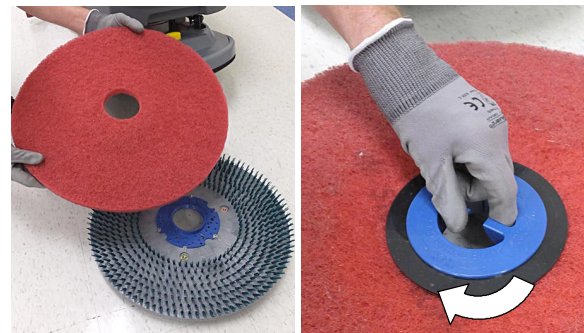

ABB. 14
- Befestigen Sie die Polierscheibe am Polierscheibenantrieb, bevor Sie den Treiber installieren (Abbildung 14). Sichern Sie die Polierscheibe mit dem Verschlussring.